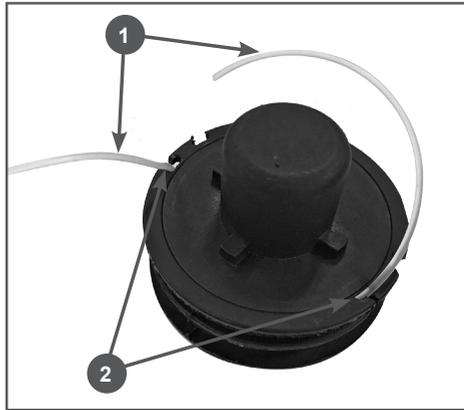

Рис. 17 Фиксация концов корда
- Зафиксируйте концы 1 корда (длиной примерно 10-15 см) в специальных пазах 2 на катушке (Рис. 17).